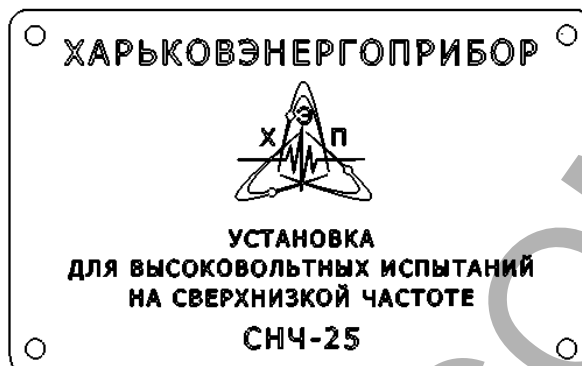

Рисунок 2 – Табличка с маркировкой (на крышке)
4.3.1 На крышке Установки закреплена табличка с маркировкой (см. рисунок 2).